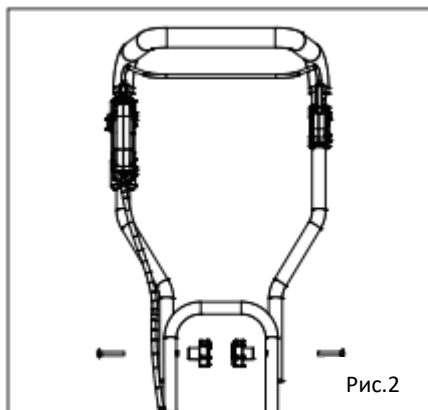

Рис.2
- Соедините рамки Ручек. Соедините верхнюю раму ручки в сборе со средней рамой ручки с помощью 2 комплектов ручек + болты, как показано на рисунке (рис. 2).